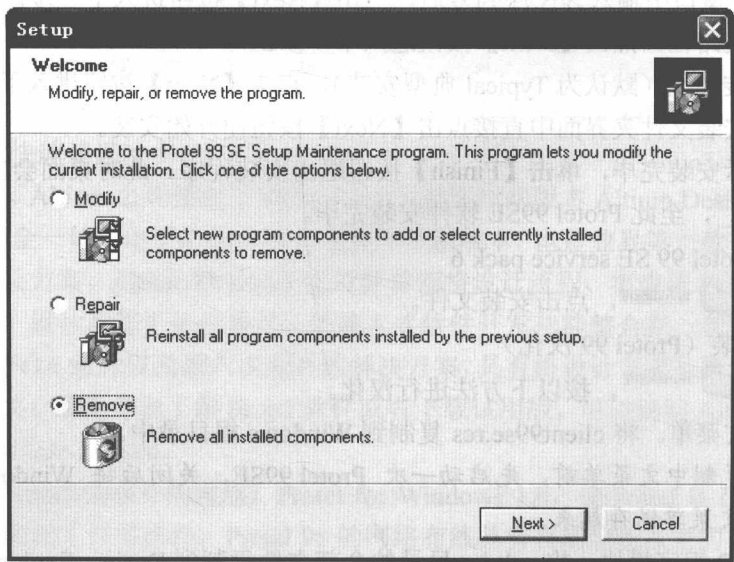

图 1-2 选择删除程序界面
- ① 打开控制面板，点击进入下一步。
- ② 选中 Protel 99SE，点击【更改/删除】，进入下一步。
- ③ 在图 1-2 中选中 Remove，点击【Next】按钮开始删除卸载。
- ④ 卸载完毕，屏幕提示卸载完毕，单击【Finish】按钮退出卸载程序。